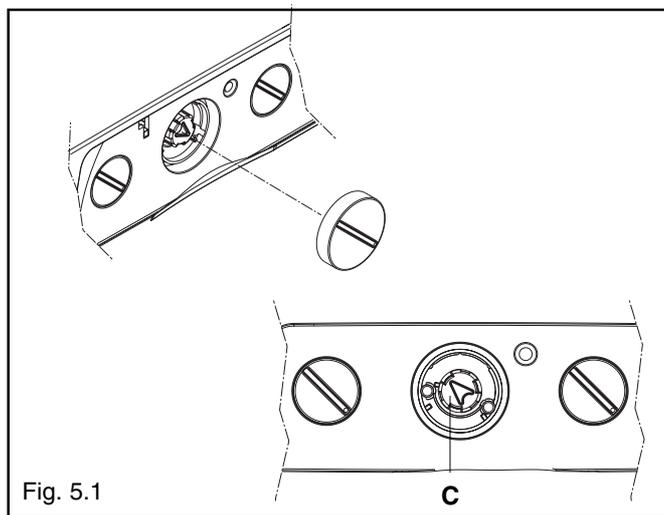

Fig. 5.1
- quitar el mando central tirando del mismo hacia fuera (fig. 5.1)
- girar el eje (C) en sentido horario hasta llegar al tope en la posición de análisis de combustión (fig. 5.1).